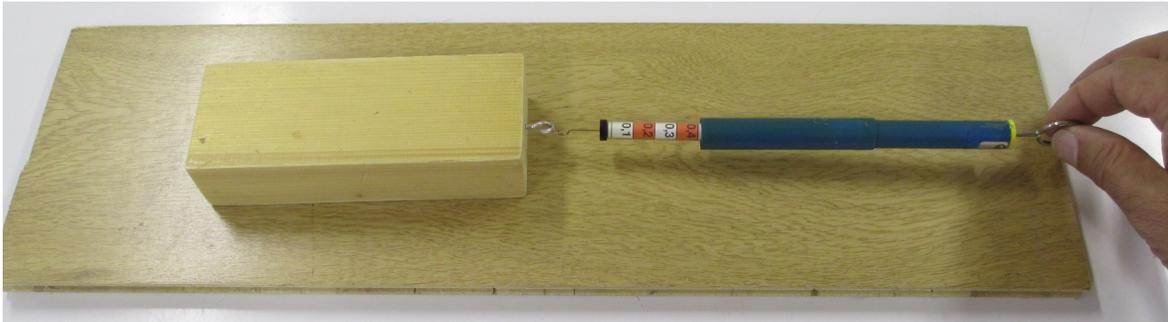

Figura 3 – Realização experimental. Bloco assente na área maior.
5. Puxe muito lentamente o dinamómetro até que o bloco se mova. O valor lido deve ser aquele observado imediatamente antes do movimento (figura 3).